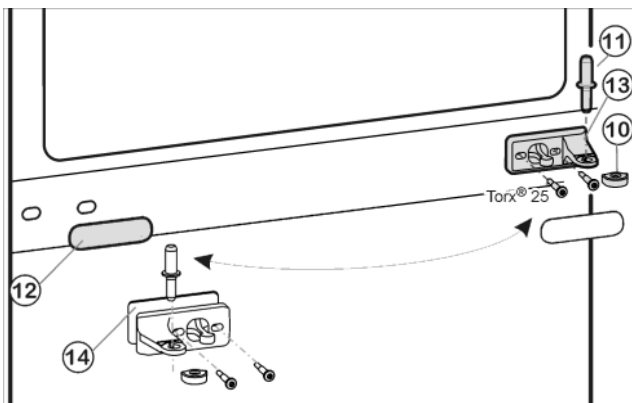
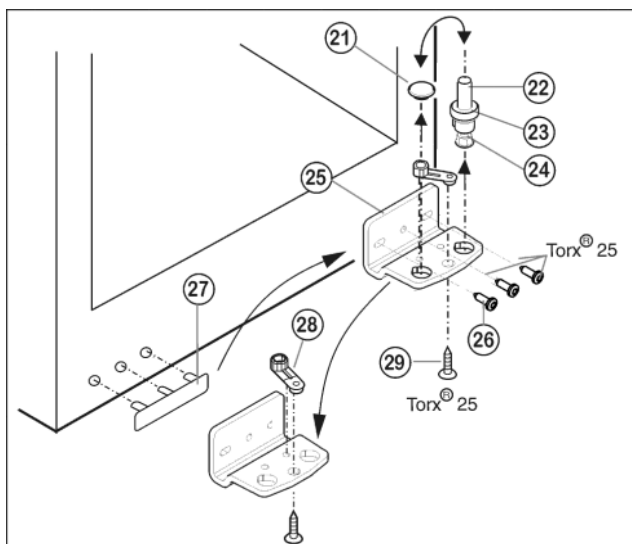

Fig. 5
Fig. 6
- ▶ Вытащите из опорного кронштейна и нижней дверцы средний опорный винт *Fig. 5 (11)*.
- ▶ Снимите пластмассовый колпачок *Fig. 5 (10)*.
- ▶ Открутите средний опорный кронштейн *Fig. 5 (13)* (2 шт. Torx® 25).
- ▶ Осторожно снимите накладку *Fig. 5 (12)*.
- ▶ Прикрутите средний опорный кронштейн *Fig. 5 (13)* с подкладкой *Fig. 5 (14)* с поворотом на 180° на новую сторону шарнира (с моментом 4 Нм).
- ▶ Защелкните накладку *Fig. 5 (12)*, повернув на 180°, на стороне, где теперь будет ручка.
- ▶ Извлеките опорный винт *Fig. 6 (22)* в комплекте с шайбой *Fig. 6 (23)* и регулируемой опорой *Fig. 6 (24)*, вытягивая его вверх.
- ▶ Снимите пробку *Fig. 6 (21)*.
- ▶ Открутите *Fig. 6 (26)* опорный кронштейн *Fig. 6 (25)*.
- ▶ Открутите *Fig. 6 (29)* опорную деталь *Fig. 6 (28)* и, поставив в отверстие на противоположной стороне опорного кронштейна, снова прикрутите.
- ▶ Осторожно снимите и переставьте на противоположную сторону крышку со стороны ручки *Fig. 6 (27)*.
- ▶ Снова прикрутите опорный кронштейн *Fig. 6 (25)* на новой стороне шарнира (с моментом 4 Нм). При необходимости используйте аккумуляторный шурупверт.
- ▶ Переставьте пробку *Fig. 6 (21)* в свободное отверстие.
- ▶ Вновь установите опорный винт *Fig. 6 (22)* в комплекте с шайбой и регулируемой опорой. При этом фиксатор должен быть направлен назад.
- ▶ Установите нижнюю дверцу сверху на нижний опорный винт *Fig. 6 (22)*.
- ▶ Снова наденьте пластмассовый колпачок *Fig. 5 (10)* на средний опорный кронштейн *Fig. 5 (13)*.
- ▶ Вставьте средний опорный винт *Fig. 5 (11)* на новой стороне шарнира через средний опорный кронштейн *Fig. 5 (13)* в нижнюю дверцу.
- ▶ Установите верхнюю дверцу на средний опорный винт *Fig. 5 (11)*.
- ▶ При необходимости выровняйте дверцы через два продольных паза в нижнем опорном кронштейне Fig. 6 (25) и среднем опорном кронштейне Fig. 5 (13) параллельно корпусу устройства. Для этого выкрутите средний винт на нижнем опорном кронштейне Fig. 6 (25).